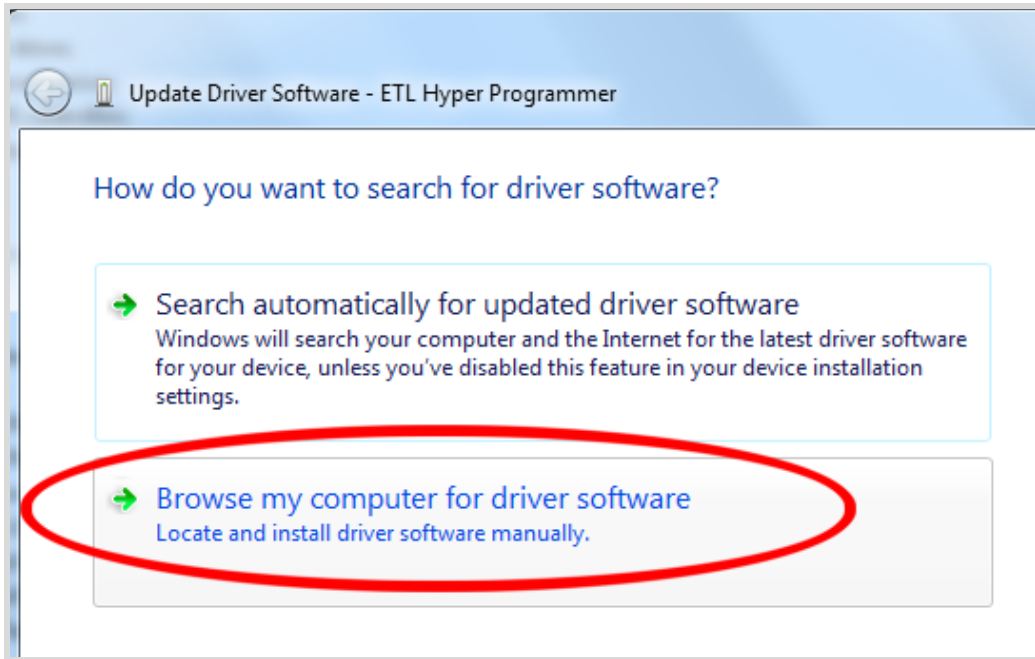

Figura 6. Actualice el Programa de Driver - "Programador HyperF ETL".
- Seleccione "Buscar en mi computadora el programa de driver" (Figura 6).
- Seleccione "Buscar en mi computadora el programa para el driver" (Figura 6).